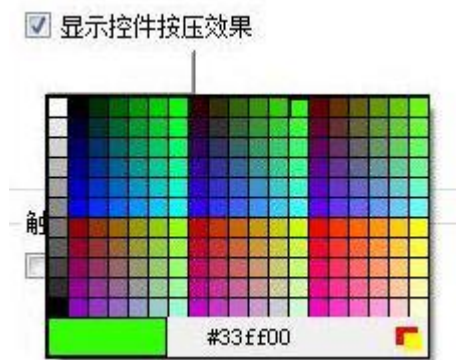

图 3-7
- ◆ 显示控件按压效果：SKTOOL 新增按压效果显示。开发者使用该操作时，选择了“显示控件按压效果”时，当使用者触摸控件时，控件周围有矩形框的按压痕迹。按压痕迹的颜色可以根据客户习惯选择，如图 3-7 所示。目前位开关，字开关，画面按钮，功能按钮，数值输入，ASCII 输入控件均有此效果。默认没有选择。